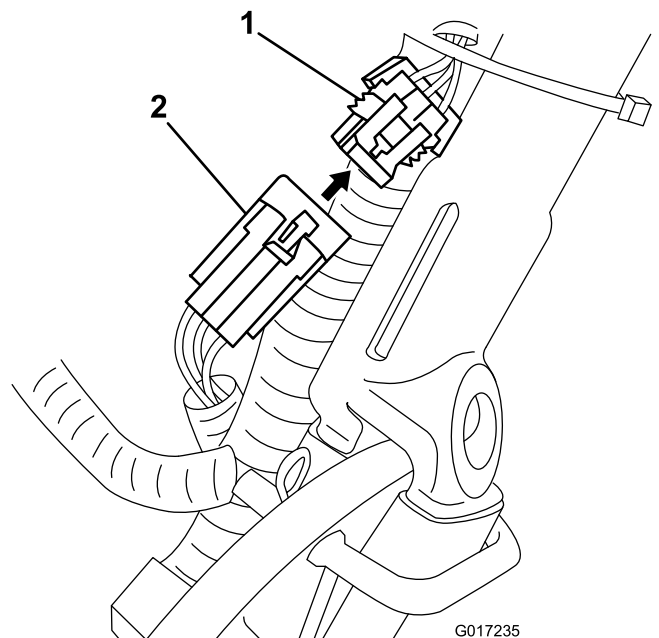

图16
3. 从主线束断开电池组小接头到机器线束的连接图16。
14. 将电池组到机器的线束布置到机器左侧主线束的下后方将线束上的小型 6 针接头连接到 图16 所示主线束上的匹配接头上。